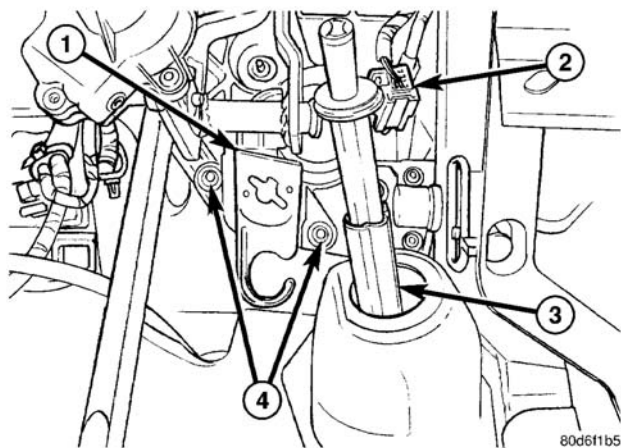
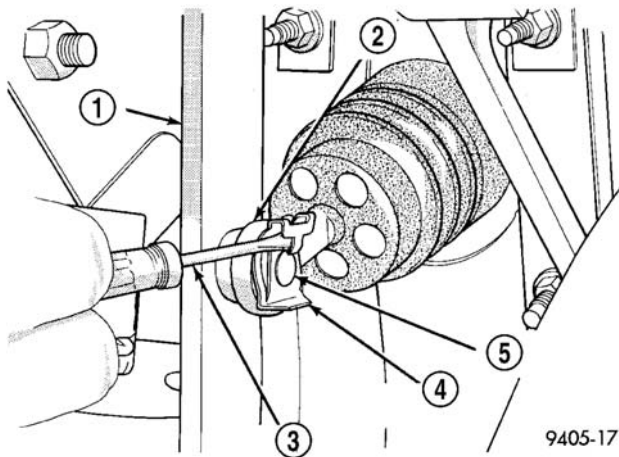

图 69 制动灯开关支架
图 70 输入杆制动踏板保持夹拆卸
- (23) 拆下将制动灯开关支架固定到踏板总成上的两个螺母（图69）。拆下支架。
- (24) 断开踏板线束接头（图69）。
- (25) 沿踏板支架从卡子上拆下踏板线束。
- (26) 将一个小改锥放在制动助力器输入杆至制动踏板销保持夹上的中央凸台之间（图70）。
（7）将线束沿踏板支架安装到夹子中，然后将线束连接到踏板线束接头上（图69）。
（8）将制动灯开关支架安装到踏板总成上（图 69）。将螺母拧紧到 6 N·m(50 in. lbs.)扭矩。